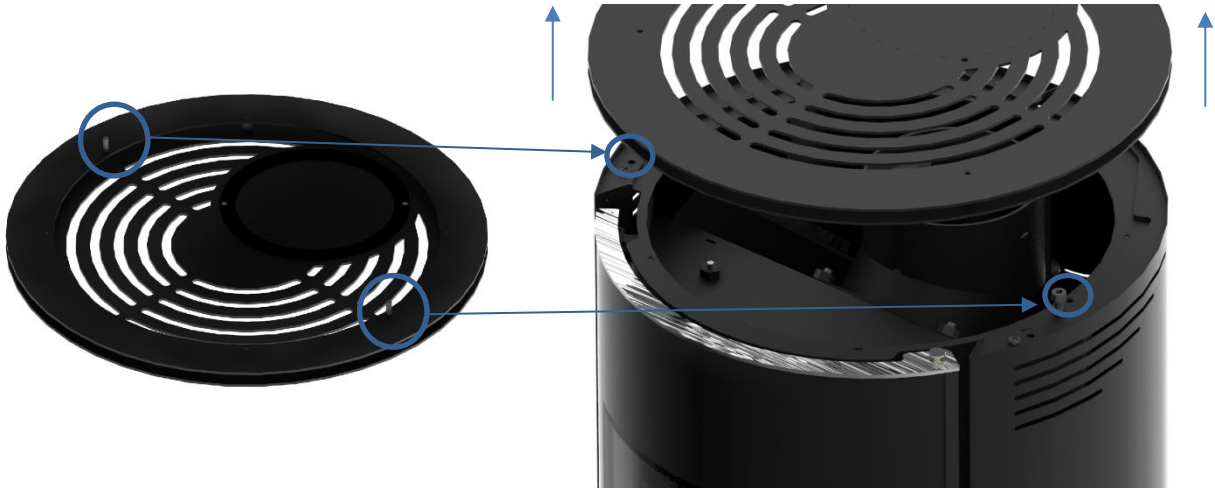

Figura 17 - Desmontagem do tampo no equipamento
- 1- Retirar o tampo, para isso basta levantá-lo, como mostra a Figura 17.